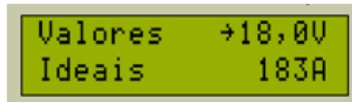

Figura 8.11: Valores ideais de execução do cordão de solda.
Após escolher a posição de armazenamento do programa pressione OK. Serão exibidos os valores ideais de execução do cordão de solda obtidos pela função aprendizado, a seta (→) indica qual parâmetro está em ativo para alteração. A Figura 8.11 ilustra os valores ideais obtidos com o parâmetro de tensão ativo para alteração.
Pressionando (OK), será selecionado o Programa 0, e serão mostrados os valores de tensão e corrente nominais do programa. A seta (→) indica qual parâmetro está em ativo para alteração. A partir deste ponto, o modo de programação é idêntico a função Aprendizado, a partir da Figura 8.11.